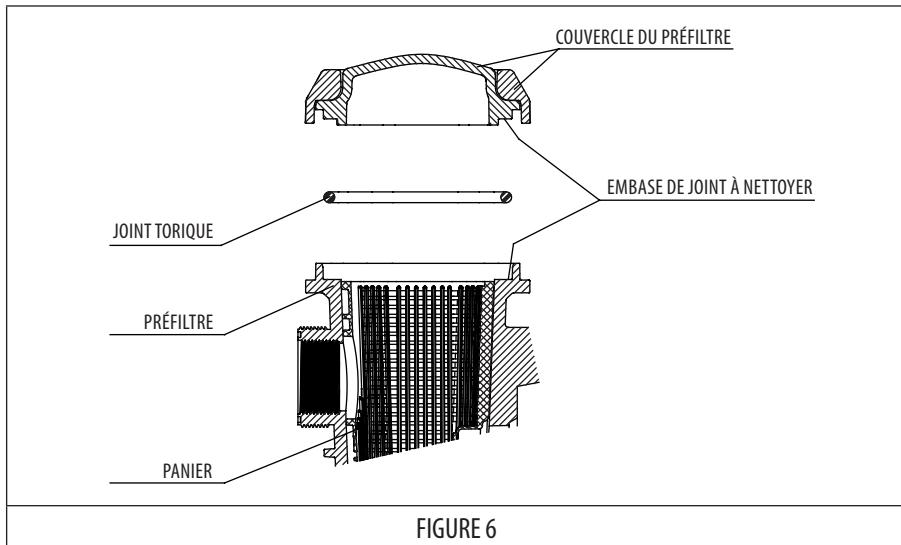

FIGURE 6
- Chaque fois que le préfiltre s'ouvre, nettoyer les impuretés du support du joint pour s'assurer de l'étanchéité de la fermeture du couvercle (FIGURE 6).